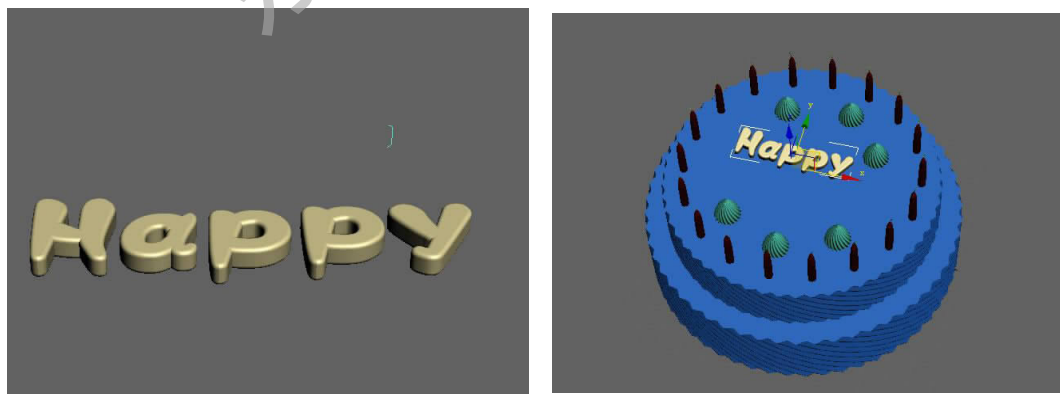

图 2-76 生成倒角剖面
Step 20. 选择文本“Happy”,在修改面板中选择“剖面倒角”修改器,点击“拾取剖面”按钮,拾取已绘制好的剖面,并放置到相应的位置,如图 2-76 所示。